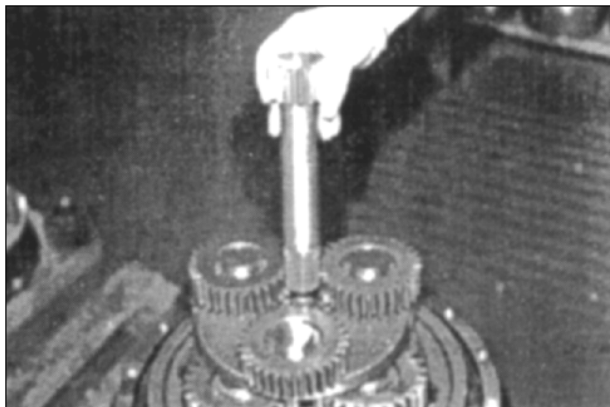

Рис. 115
25. Установите центральное зубчатое колесо первой передачи. Рис. 115.